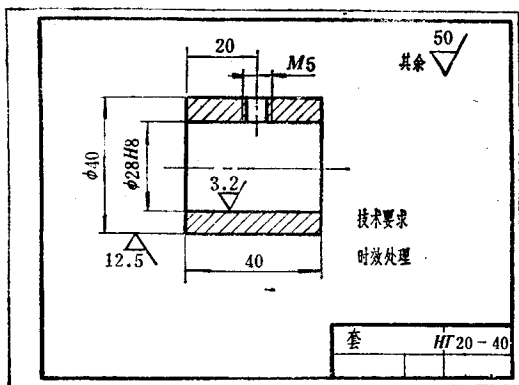
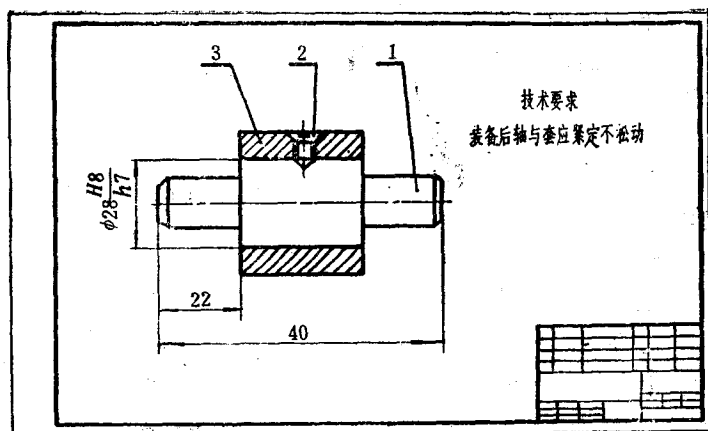

图 1-1 衬套的零件图
图 1-2 轴和衬套装配图
在工厂里，无论走到哪一台机床旁，都会见到一本本或一幅幅蓝图，如图1-1和图1-2。无论这些蓝图大与小，简单与复杂，共同特点是都有图形、文字和数字。一般把这种准确表达零件或机器的形状、大小和技术要求的图，叫做机械图样。
1. 零件图 如图1-1所示的衬套零件图，只表示了衬套这个零件。象这种表达单个零件的图样叫零件图。机械加工工人主要使用这种图样指导生产。
2. 装配图 如图1-2所示，在这幅图上一共有三个零件，一个衬套装在轴上，并用一颗螺钉把它们固定在一起。还有更复杂的，几百个零件画在一幅图上，表示一台机器的组成。象这种表达一个部件或一台机器的图样叫作装配图。在装配机器时，就要按装配图上的各项要求，把按零件图加工合格的零件有顺序地装配在一起，制造出机器。
初步认识图样，可以先看零件图和装配图都具有的内容。如图1-1和图1-2所示。